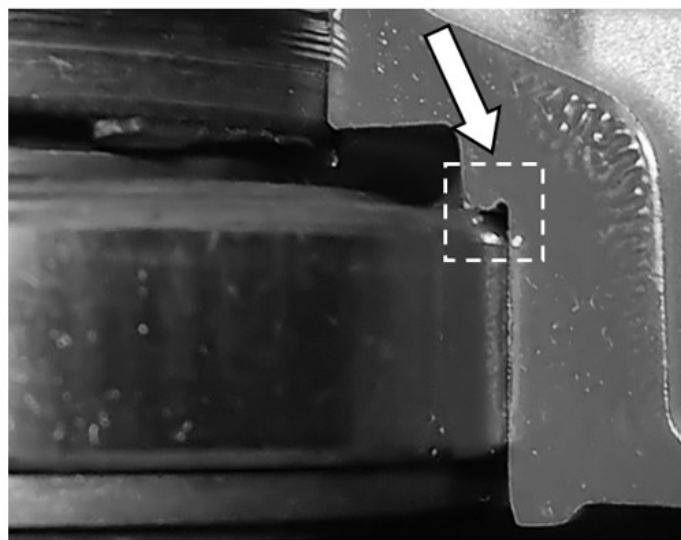

Abbildung G2: Freistich an einem Lager
- A) Der in Abbildung G2 hervorgehobene Freistich dient als Werkzeugauslauf.
B) Ohne den in Abbildung G2 dargestellten Freistich wäre die axiale Position des Wälzlagers nicht eindeutig bestimmt.
C) Der in Abbildung G2 hervorgehobene Freistich ist eine Maßnahme zur Vermeidung von Lunkern und Rissbildung im Gussprozess.
D) Der in Abbildung G2 hervorgehobene Freistich ist eine Maßnahme zur Vermeidung von Lunkern und Rissbildung im Gussprozess.